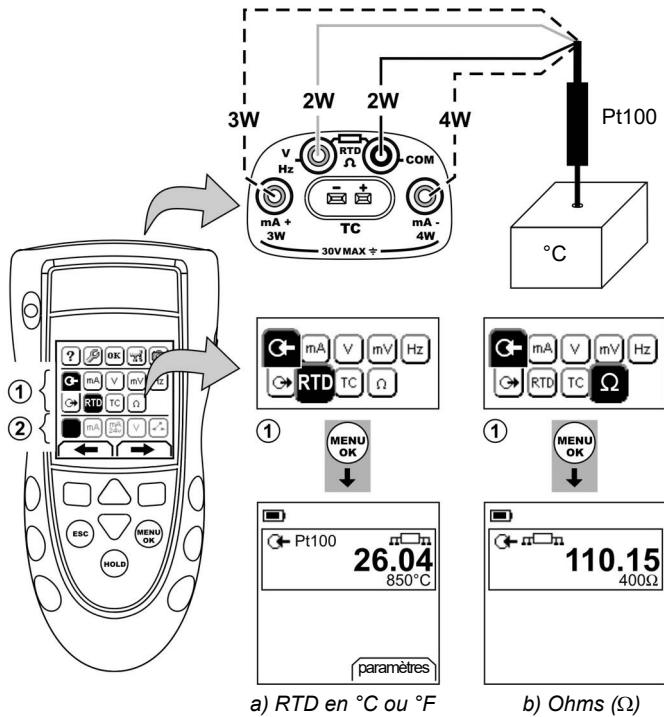

Figure 7 : Exemple de configuration - mesure de la température ou de la résistance
- Raccordez l'instrument (Figure 7/8) et, si nécessaire, réglez le menu *Config.* (Tableau 1).